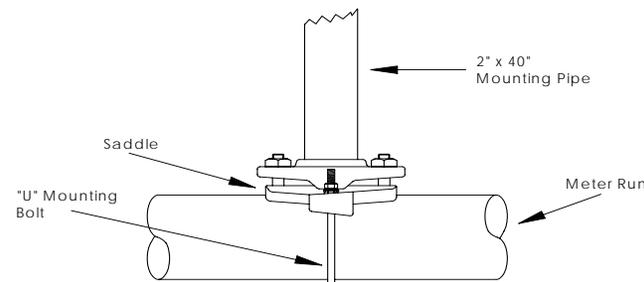

Рис. 1 (Седловая установка)
4. Установите крепежное приспособление для устройства  $\mu$ FLO (седло для трубопровода, кронштейн для непосредственной установки, забитая в землю труба). Прикрепите С-образные скобы к трубе диаметром 50,8 мм, используя силиконовый аэрозоль или тефлоновую ленту для предотвращения заедания резьбы. (См. рис. 1 и 2).